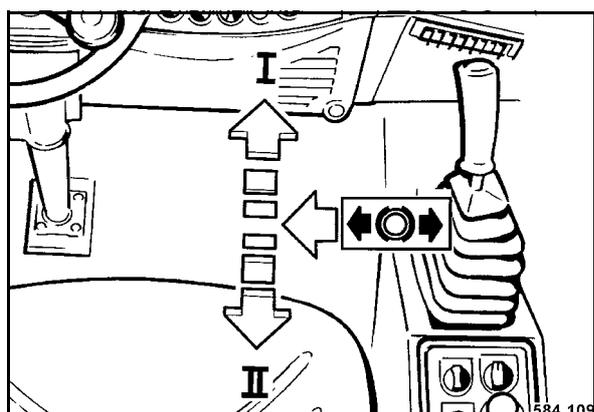

Рис. 97
- Полностью перевести рычаг движения (Рис. 97) в положение „I“.